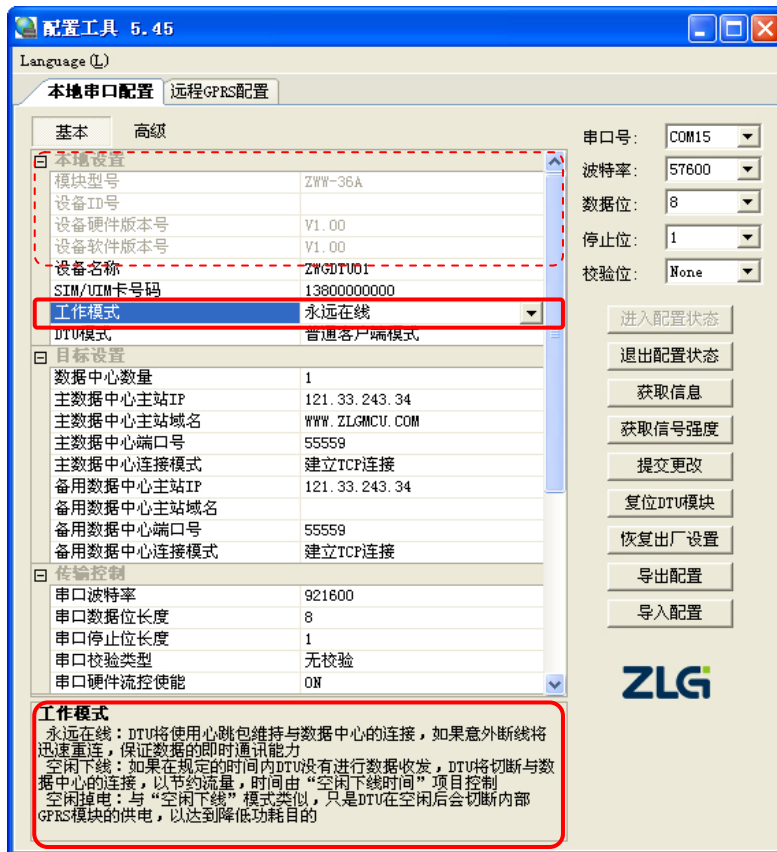

图 3.4 配置界面
2. 单击【获取信息】，界面出现设备当前的配置信息，如图 3.4 所示，用户根据实际更改各个配置；